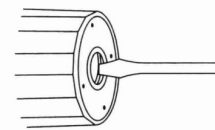

Fig. 5
Die Einstellung des Volumenstromes des Wärmeträgermediums erfolgt über die Einstellung der Drehzahlstufen (I, II, III) der Umwälzpumpe und die Drossel in der Spül- und Befüllarmatur (Abb. 5).
- Entlüftungsschraube mit passendem Schraubendreher vorsichtig öffnen (Fig. 5).